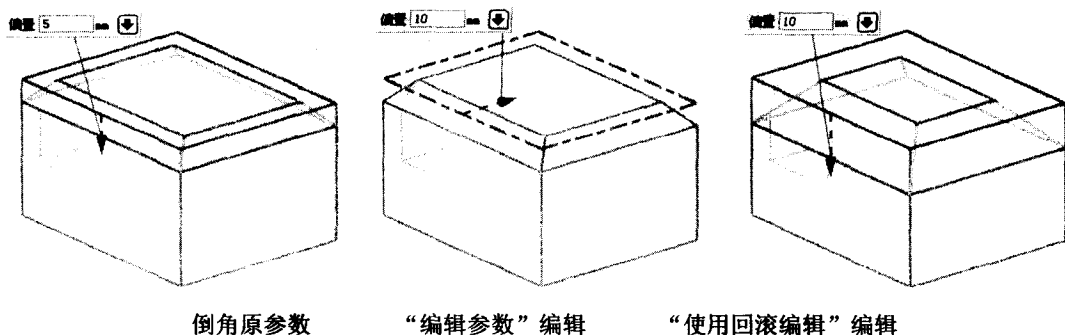

图 1.4 比较“编辑参数”功能和“使用回滚编辑”功能
- (4) 使用回滚编辑：新加编辑特征，该功能对于所有特征都是有效的，这不同于以往版本。和“编辑参数”功能不同的是，用“使用回滚编辑”功能能够重新打开特征创建对话框并且使模型回到创建特征时的条件，另外对于一些支持动态预览的特征，“使用回滚编辑”还支持动态预览，如图 1.4 所示。
- (5) 凸起特征：新加特征建模特征。
- (6) 拉伸：改善了拉伸特征，主要改善有：